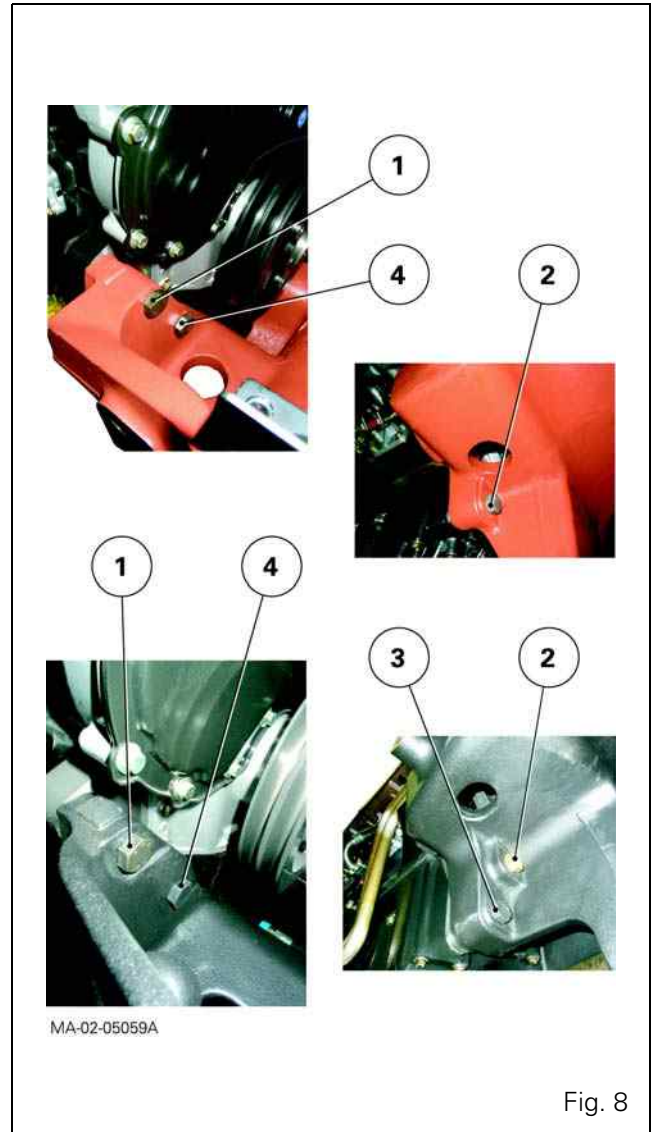

Fig. 8
- 20.** Aflojar y retirar (Fig. 8):
- para motores CAT de 75 a 95 CV: los tornillos y los pernos (2), (4) y (1);
- para motores CAT de 105 CV: los tornillos y los pernos (2), (3), (4) y (1).